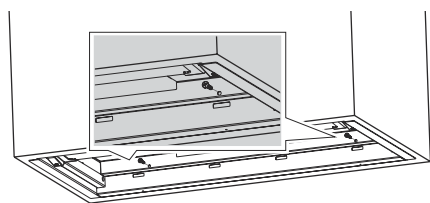

Fig. 14
5. ➔ Montez la hotte à l'arrière avec 2 vis 3.9x16. (Fig. 14).